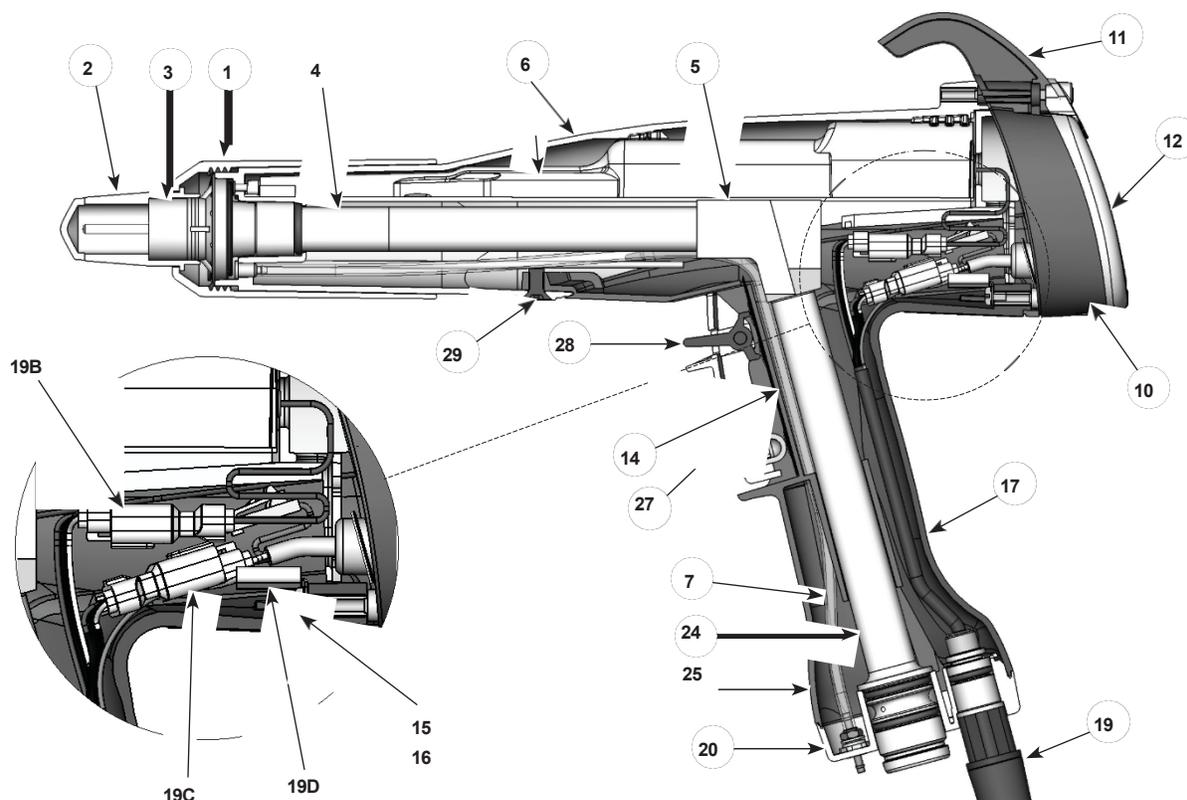
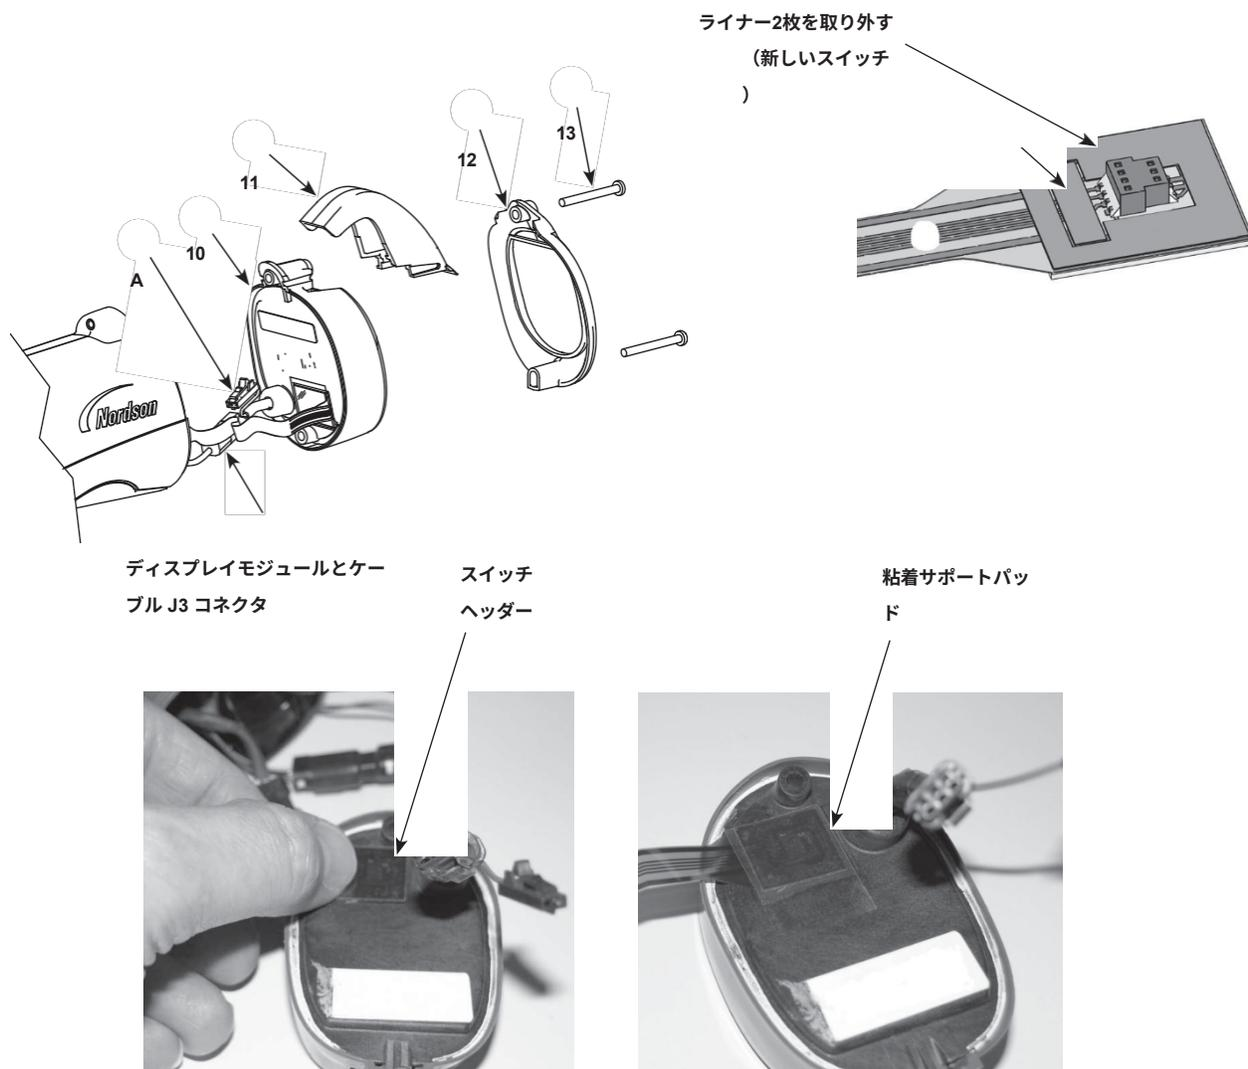

図 10 スプレーガンのセクション V (このセクションの品番は、パーツリストの品番と一致しています。)
図 11 モジュールの交換
1. 図 10 と図 11 を参照してください。ベゼル (12)、フック (11)、およびディスプレイモジュール (10) をガン本体に固定している上部と下部のネジ (13) を緩めます。
1. ディスプレイモジュール (10) のトリガースイッチのヘッダー取り付け面とその周辺を、イソプロピルアルコールで注意深く清掃します。次に進む前に、表面を完全に乾かします。
2. 新しいトリガースイッチを取り付ける場合は、図 11 に示すように、トリガースイッチヘッダーのコネクタ側から 2 つのライナーを取り外します。
5. J3 ディスプレイモジュールとケーブルコネクタを接続。接地線コネクタ (A) はこのバージョンのガンには使用しません。
7. フック (11) をディスプレイモジュールにスライドさせ、ベゼル (12) を取り付けます。
8. ネジ (13) を取り付けて締めます。
2. 図 10 を参照してください。ノズルナットを緩め、スプレーガンからノズルと電極アセンブリを取り外します。
4. 図 11 を参照してください。18 ページの「ディスプレイモジュールの取り付け」の説明に従ってディスプレイモジュールを取り付けます。
5. 電極アセンブリ (3) をガン本体前部のアウトレットチューブの端に取り付けます。ワイヤ電極が曲がったり折れたりしていないことを確認します。